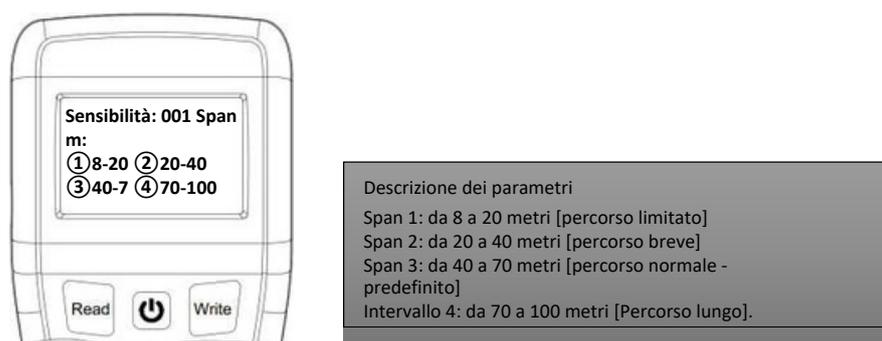

Figura 12
2. Accendere il programmatore, premere il pulsante "3" e visualizzare "Sensibilità e Span (m)". Inserire e premere il tasto "0/Pagina" per evidenziare l'impostazione precedente dell'intervallo. Premere quindi il valore 1, 2, 3 o 4 corrispondente al valore dell'intervallo e premere il tasto "Write". (Figura 12)